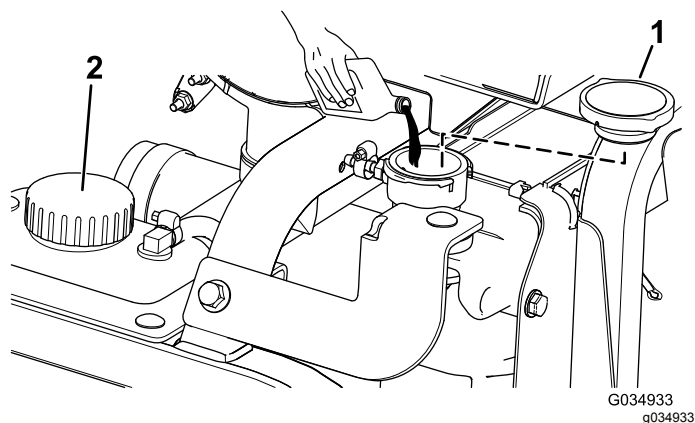

Рисунок 119
5. Залейте охлаждающую жидкость в радиатор так, чтобы ее уровень доходил до кромки заливного отверстия (Рисунок 119).